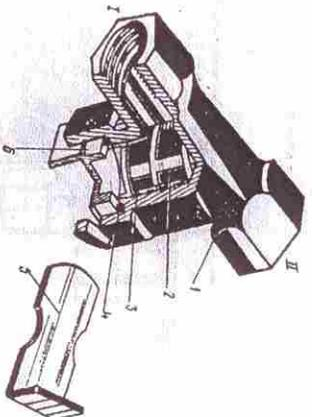

Рис. 12. Фильтр магистральный:
4.7.4. Фильтр магистральный (рис.12) предназначен для предохранения пневмосистемы прицепа от попадания грязи (пыли) через отпущенные соединительные головки. Сжатый воздух подводится через полость 1, через фильтрующий элемент 2 проходит в полость II и далее через воздухохораспределитель в воздушный баллон прицепа. При падении давления в полости I фильтрующий элемент 2 отходит от седла корпуса 1, и обратный поток воздуха при торможении идет в атмосферу, минуя фильтр.